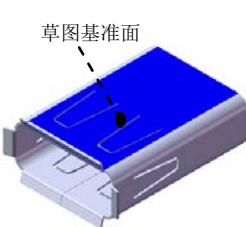

图 10.37 草图基准面
- (2) 定义特征的草图基准面。选取图 10.37 所示的模型表面为草图基准面。